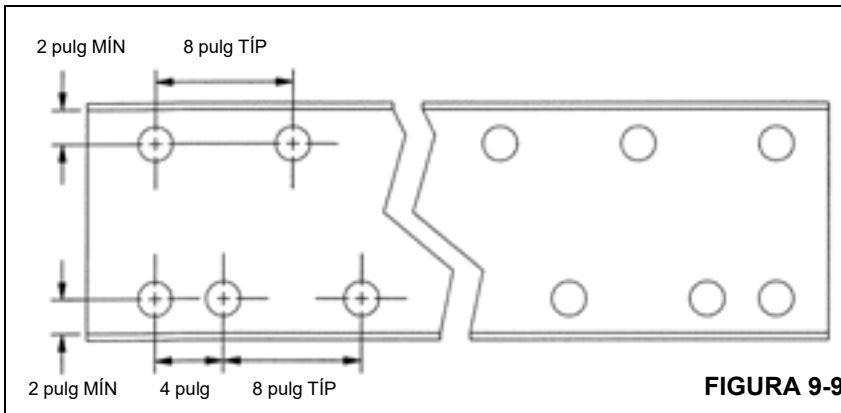

FIGURA 9-9
Vea la Figura 9-9 para el procedimiento recomendado de taladrado y empernado. Utilice pernos grado 8 de 5/8 pulg, taladre agujeros de 39/64 pulg de diámetro, instale los pernos y apriételos correctamente. Vea "Sujetadores y valores de apriete" en la página 1-7.
8. Si el ángulo de refuerzo va a empernarse, taladre el patrón de agujeros e instale pernos según se muestra en la Figura 9-9. Refuerce las zonas recortadas de los colgadores de ballestas y la zona soldada, del refuerzo